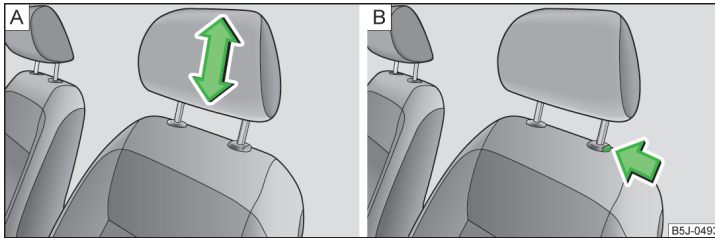

Abb. 59 Kopfstütze: Einstellen / Ausbauen
- › Die Kopfstütze seitlich mit beiden Händen anfassen und diese je nach Wunsch nach oben schieben » Abb. 59 - **A**.
- › Möchte man die Kopfstütze nach unten verschieben, dann die Sicherungstaste » Abb. 59 - **B** mit einer Hand drücken und gedrückt halten, und mit der anderen Hand die Kopfstütze nach unten drücken.
- › Die Sicherungstaste in Pfeilrichtung drücken » Abb. 59 - **B** und die Kopfstütze herausziehen.